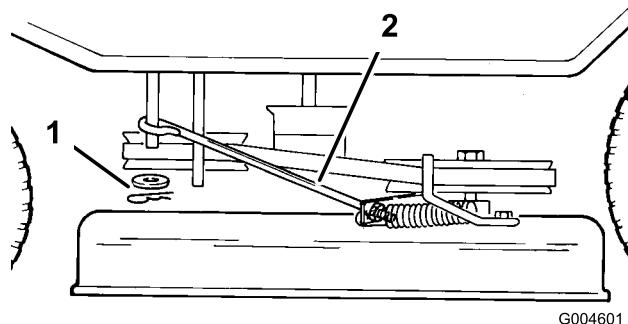

Bild 40
- Entfernen Sie den Splint und die Scheibe vom Messersteuerarm links am Mähwerk (Bild 40).
17. Stecken Sie die Mähwerkstange in den Messerregelarm und befestigen Sie ihn mit einer Scheibe und einem Splint (Bild 40).